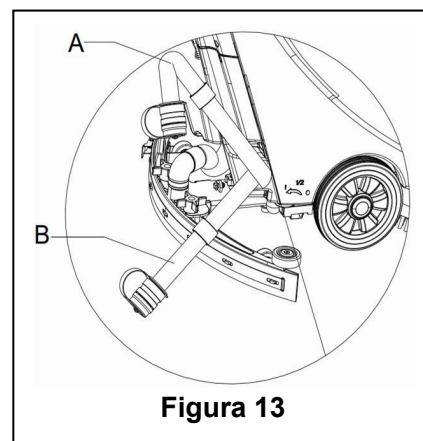

Figura 13
2. Utilizzando l'apposita manopola (14), sollevare il tergipavimento.
4. Afferrare il manubrio (2) e far gentilmente inclinare l'apparecchio all'indietro finché la ruota di guida non tocca il pavimento. (Per l'inclinazione dell'apparecchio si prega di far riferimento alle procedure nella sezione dello spegnimento dell'apparecchio.)
5. Estrarre il tubo di drenaggio dal gancio di fissaggio, piegare l'estremità del tubo di drenaggio (come mostrato in A, Figura 13), quindi aprire il coperchio del tubo di drenaggio, abbassare il tubo di drenaggio ad un livello inferiore o al suolo per far uscire l'acqua. In alternativa, posizionare direttamente il tubo ad un livello inferiore o al suolo per far sì che lo scarico dell'acqua sia volto verso il basso (come mostrato in B, **Figura 13**), e quindi svitare il coperchio del tubo per far uscire l'acqua dal serbatoio. Quando il drenaggio è completo, sciacquare l'interno del serbatoio con acqua pulita.
Durante il drenaggio, il tubo di scarico deve essere piegato o abbassato ad un livello inferiore (come mostrato nella Figura 13 A o B), e quindi aprire il coperchietto del tubo di drenaggio per farne uscire l'acqua. Fare attenzione che il tubo di drenaggio non sia rivolto verso l'alto per farne uscire l'acqua verticalmente. Ciò per evitare che l'acqua di scarico si riversi addosso all'operatore.